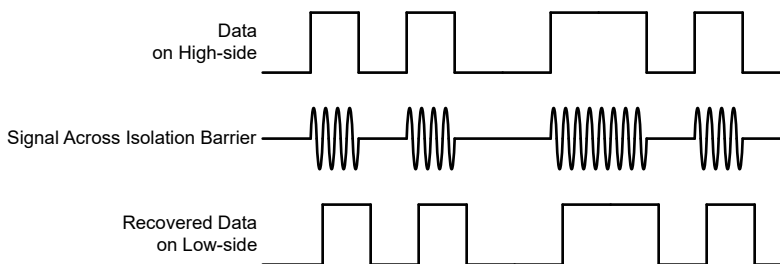

図 6-4. OOK ベースの変調方式
AMC23C12 は、 SiO_2 ベースの絶縁バリア越しにコンパレータの出力状態を送信するため、図 6-4 に示すオン / オフ キーイング (OOK) 変調方式を採用しています。「機能ブロック図」に示す送信ドライバ (TX) は、デジタル 1 を表すために内部で生成された高周波キャリアを絶縁バリア越しに送信します。デジタル 0 を表す信号は送りません。